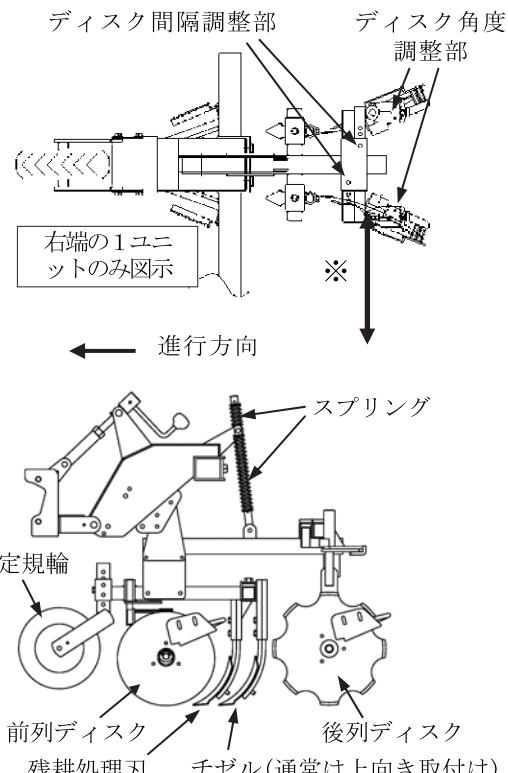

図1 開発機の平面図(上)と側面図(下)
開発機は、前後に設けられた2対のディスクが作物条間を通過する際に土壤の抵抗で回転し、土を横に反転移動させることにより中耕除草及び培土を行う作業機です。前列に切欠きのないディスク（平形ディスク）を、後列に切欠き付きのディスク（花形ディスク）を取付けており、条間、作業速度及び土壤条件に応じ、前・後列ディスクの取付け角度や後列ディスクの横方向取付け位置を変更できます。また、土が硬い時に作用させるチゼルを有しています（図1、表1）。
- ① 中耕ユニットの横方向取付け間隔を作物条間と同じにするとともに、作物を挟んで対向する後列ディスク（花形ディスク）の間隔（図1※）が40~45cmになるように調節します。
- ② 作物が小さく、通常のディスク配列（図1、図2a）で作業すると作物が埋没してしまう場合には、後列ディスクの取付け角度を逆方向に変更（図2b）して使用します。
- ③ 耕うん作業時の耕深が浅く、畑の凹凸が大きいと、開発機による作業時の耕深が安定しない場合があります。耕うん作業時の耕深をやや深くすると安定します。
- ① 4~6km/h程度の速度範囲で作業することができますが、土壤条件や作物条件に応じ、適切な前進速度を選択します。
- ② 耕深は、定規輪（ゲージホイル）の高さを変更して調節します。
- ③ 土が硬いために耕深が浅くなる時は、付属のチゼルを下向きにして作用させます（図1下）。
- ④ 培土量は前進速度が早くなると多く、遅くなると少なくなります。前進速度や土壤条件に応じ、適切な培土量となるように後列ディスク（花形ディスク）の取付け角度を調節します。
- ⑤ ほ場内の土壤条件の違いにより培土状態が変わる時は、作業中に乗用管理機のスロットルバーを調節して前進速度を変更しながら作業します。